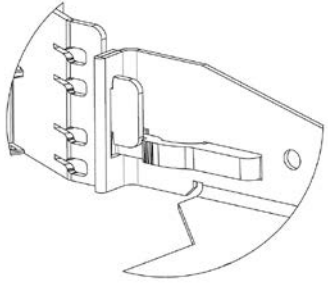

Figure 1
1. Install the rear cable manager to the angled patch panel by depressing the plastic retainers with your thumbs and placing the tabs on the back of the angled patch panel through the open slots on the manager. **(Figure 1)**
3. Four (4) quarter rings are supplied for management of fiber optic cables.
1. Se servir des pouces pour enfoncer les dispositifs de retenue en plastique, puis insérer les pattes arrière du tableau dans les fentes ouvertes du gestionnaire **(figure 1)**.